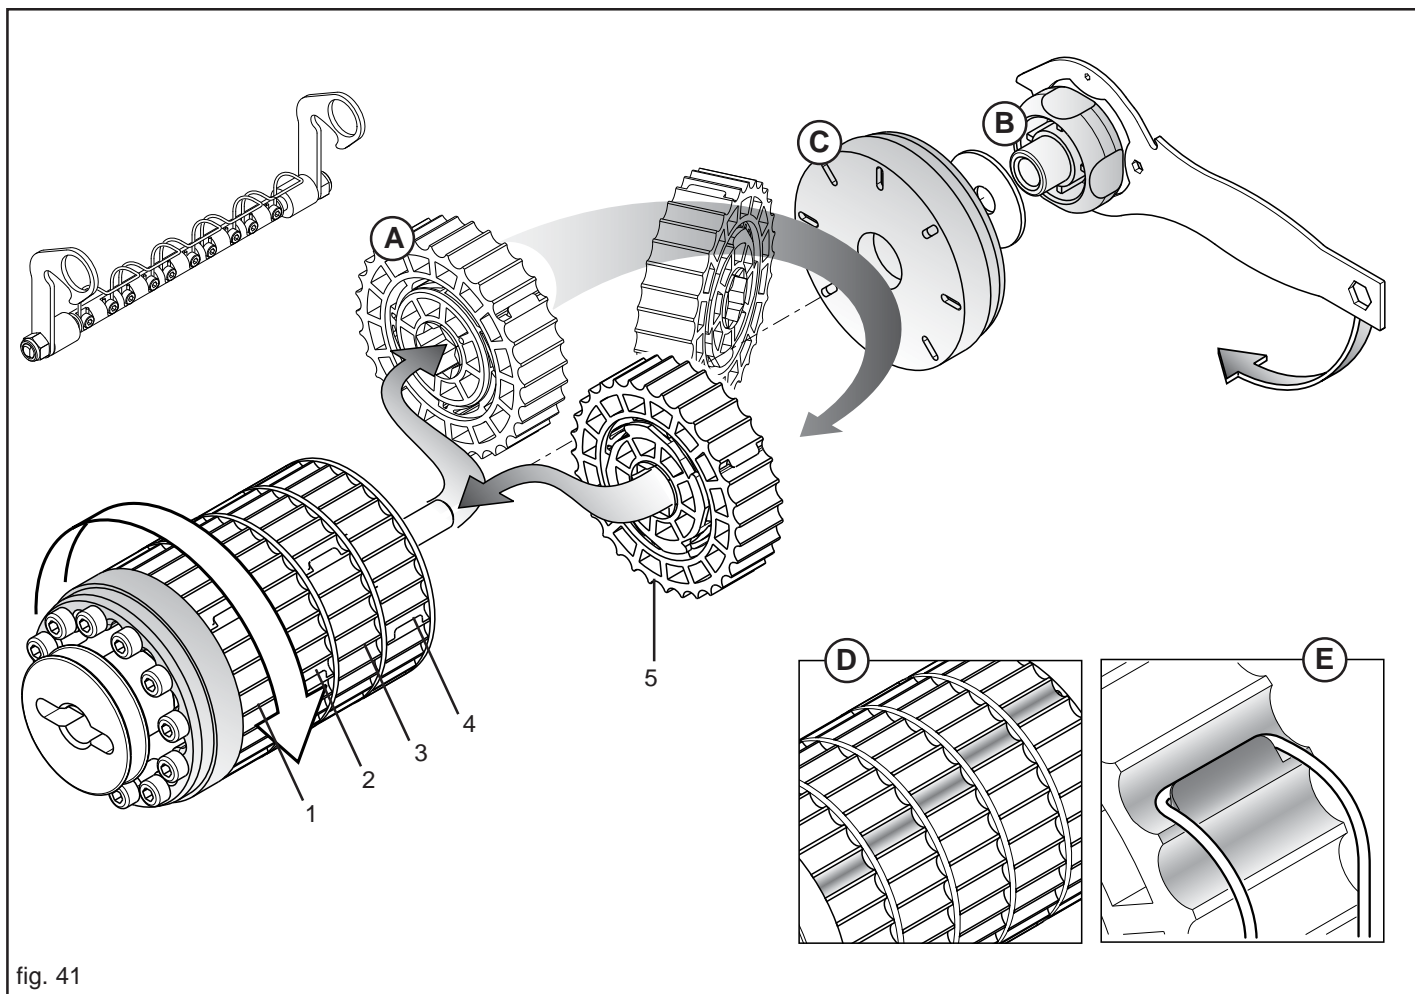

fig. 41
Dit d'abord que chaque secteur (A, Fig. 41) distribue le 20% de produit de l'entier roulement distributif, est possible d'augmenter les secteurs en travail et réduire la vitesse de rotation de la boîte de vitesse, en obtenant une distribution homogène.
Après avoir démonté le roulement de dosage de l'équipement, utiliser la clé en dotation pour dévisser la pomette (B, Fig. 41) et enlever l'embout de blocage (C). Ôter le secteur ou les secteurs à activer et monter renversés de 180° en **respectant les positions** (1-2-3-4-5, Fig. 41).
Pour monter les secteurs, faire de façon que en conditions de travail ceux actifs présentent les gorges distributives ne soit pas alignées (D, Fig. 41), pour garantir continuité à la distribution.
Bloquer l'élément nettoyant dans la position de travail, en vérifiant que les ressorts crochètent les respectifs secteurs exclus (E, Fig. 41) en bloquant la rotation et donc la distribution.